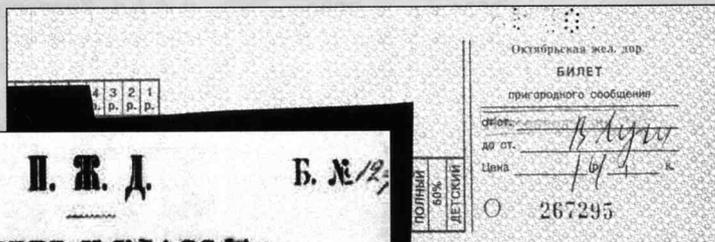

Рис. 10. 7.2.2.а. С92(93). Билет пригородного сообщения Октябрьской железной дороги. Тариф 1991 года, бланк билета 1992 года, использован в 1993 году.
- 7.2.2.а. Образца 1992 г. Тариф 1991 г. (Рис.10)